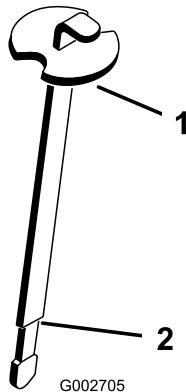

図 16
3. 補給口の首からディップスティックを抜き、きれいなウェスでていねいに拭う。もう一度首に差し込んで引き抜き、オイルの量を点検する。マーク位置 (ディップスティックのくびれている所) まであればよい(図 16)。